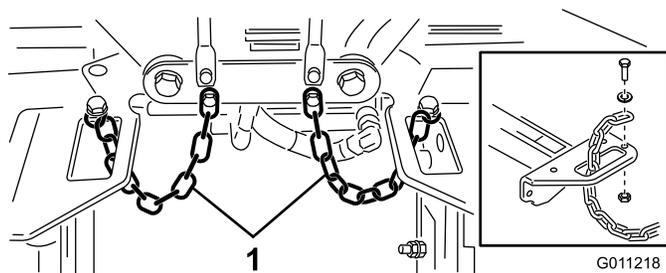

Рисунок 22
4. Проденьте цепь опрокидывателя сквозь проем в конце каждой несущей рамы. Прикрепите цепь опрокидывателя к верхней части несущей рамы с помощью болта, шайбы и контргайки (Рисунок 22).